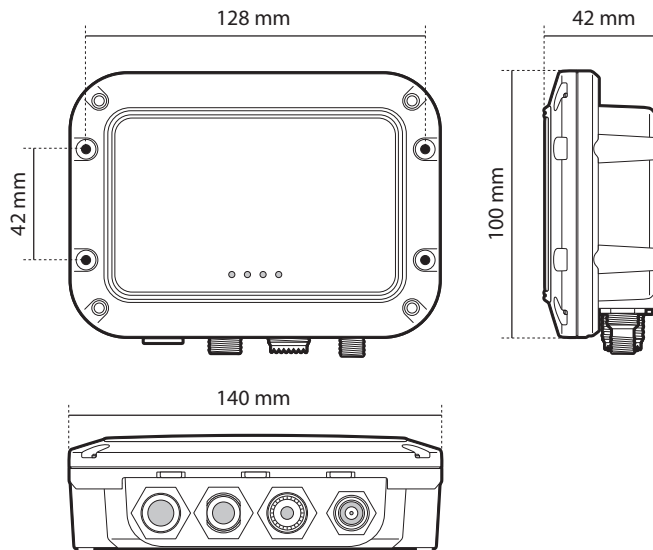

Ilustración 5 Dimensiones del AIS transceiver
- Debe haber un espacio adecuado alrededor del AIS transceiver para colocar los cables. Consulte la Ilustración 5 para obtener información sobre las dimensiones del AIS transceiver.